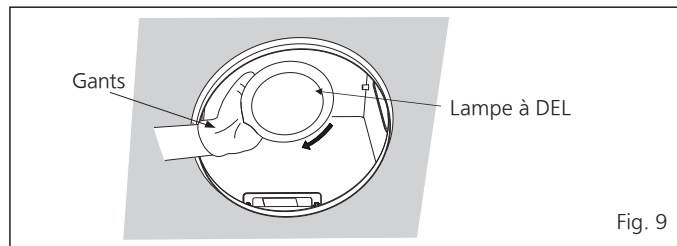

Fig. 9
12. Installez la lampe à DEL fournie. (Voir Fig. 9)
3. Remplacez la lampe à DEL de forme 11 W BR30 (modèle : 11BR30G4DIM/927/GU24 de la société de Green Creative). (Voir Fig. 9 de la page 8)